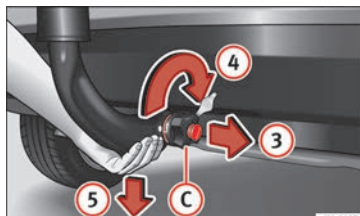

Fig. 201 Desbloquear la barra de cabeza esférica.
- Sujete la barra de cabeza esférica desde abajo » **fig. 201** y con la otra mano extraiga la ruedecilla manual **(C)** en el sentido de la flecha **(3)**.